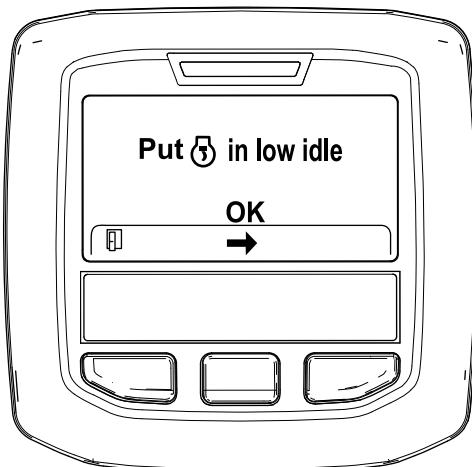

Figura 49
6. Spostate il comando dell'acceleratore in posizione di MINIMA INFERIORE e premete il pulsante centrale (Figura 49).